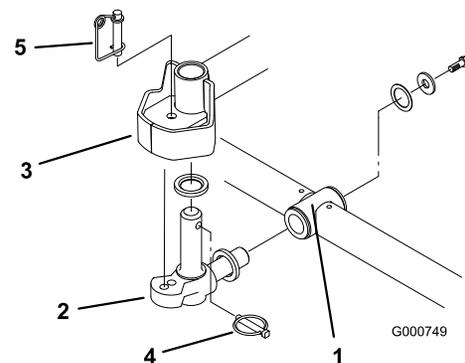

Figura 5
6. Introduzca una arandela de empuje en el eje horizontal del pivote tal y como muestra Figura 5.
7. Introduzca el eje horizontal del pivote en el tubo de montaje del bastidor de tiro (Figura 5).
8. Fije el pivote al bastidor de tiro con una arandela de empuje, una arandela plana y un tornillo de caperuza con arandela prensada (Figura 5).
9. Introduzca una arandela de empuje en el eje vertical del pivote (Figura 5).
10. Si no está ya instalado, introduzca el eje vertical del pivote en el buje de pivote del brazo de elevación (Figura 5). Guíe el pivote a su lugar entre las dos piezas de goma de centrado del lado inferior de la chapa de dirección del brazo de elevación.
11. Introduzca el pasador de seguridad en el taladro transversal del eje del pivote (Figura 5).
la dirección en el taladro de montaje del pivote (Figura 5).
14. Enganche el alambre del muelle alrededor de la parte inferior del pasador de bloqueo de la dirección (Figura 5).